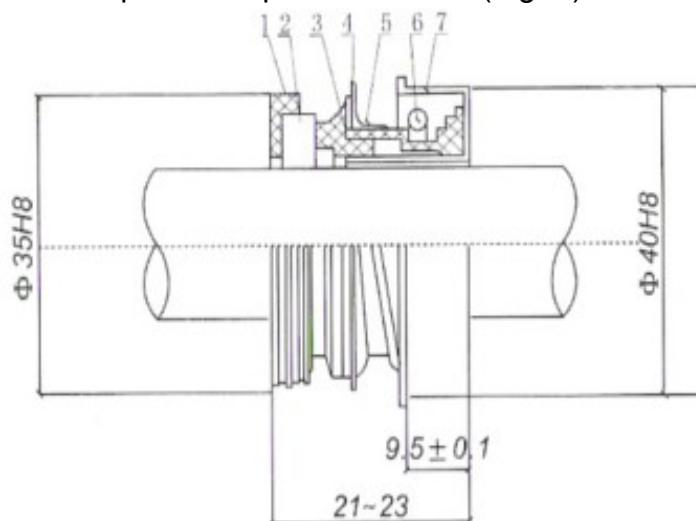

Fig. 2 – Diagrama etanseității masinii
- Cand schimbati garniturile pompei, asigurati-vla ca ati aplicat un adeziv in locul unde se face conexiunea dintre fragmentul de otel nr 7 si carcasa pompei. Cand ati fixat nu loviti cu putere pentru a preveni ruperea in bucati.(Fig. 2)